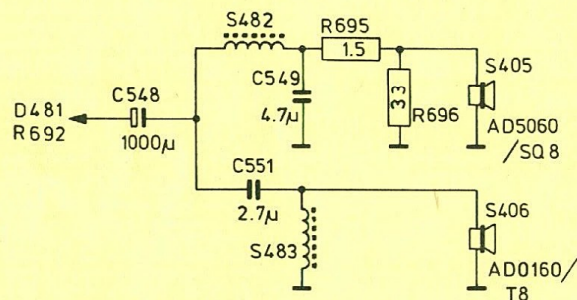

Fig. 1
- Het principeschema is aangepast zoals in Fig. 1 is aangegeven.
- Le schéma de principe a été adapté (voir Fig. 1).
- ✓ Das Prinzipschaltbild wurde gemäss Abb. 1 angepasst.
Fig. 1 shows the exploded view of the new rear panel.
In fig. 1 is de exploded view van de nieuwe achterwand gegeven.